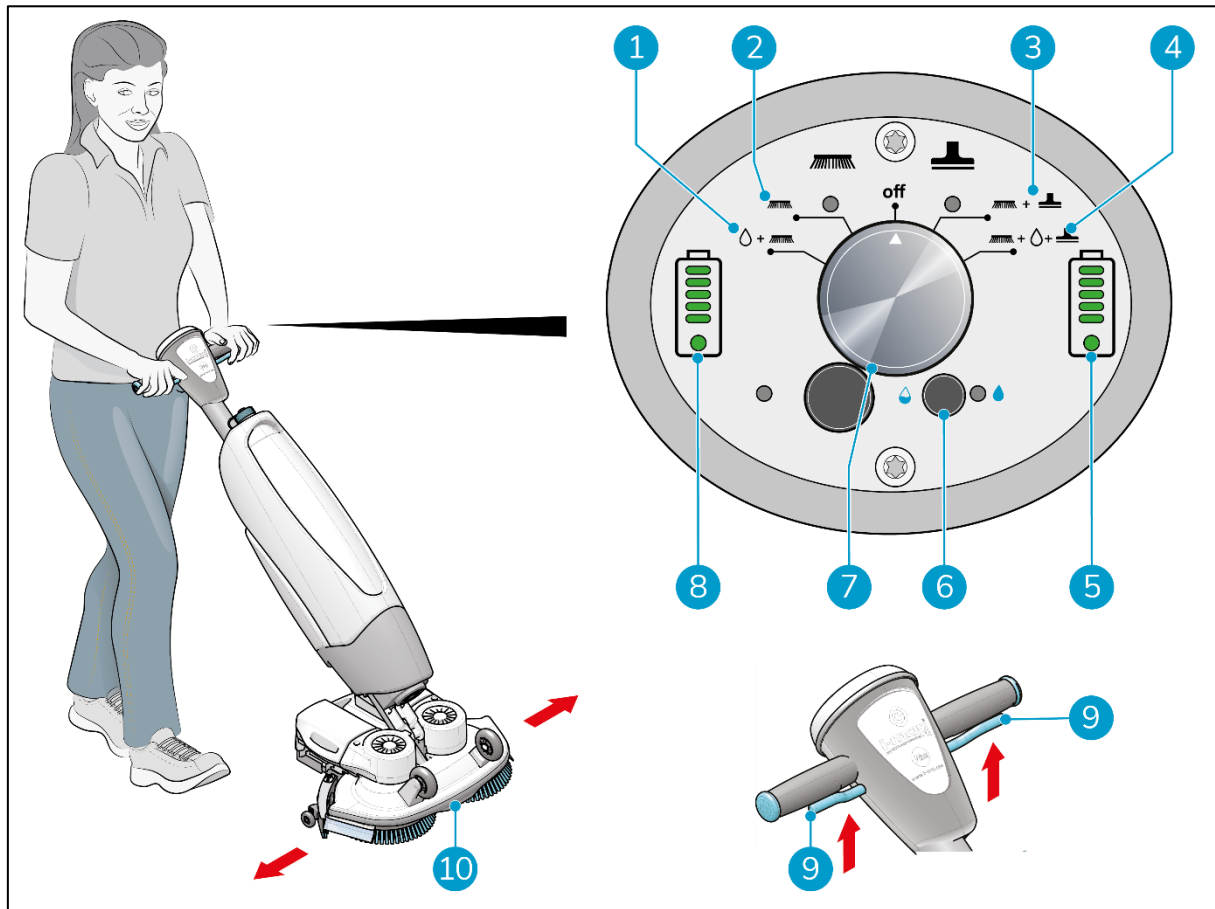

Abbildung 16
4. Stellen Sie sich hinter den i-mop® XL basic. Wählen Sie Ihren Reinigungsmodus über den Hauptschalter (Abbildung 16, Pos. 7). Damit schalten Sie auch den i-mop XL basic ein.
- MODUS 1: Bürste + Wasser/Reinigungslösung (Abbildung 16, Pos. 1).
- MODUS 2: Nur Bürste (Abbildung 16, Pos. 2).
- MODUS 3: Bürste + Vakuum (Abbildung 16, Pos. 3).
- MODUS 4: Bürste + Wasser/Reinigungslösung + Vakuum (Abbildung 16, Pos. 4).
6. Drücken Sie den Abzug am Griff (Abbildung 16, Pos. 9).
9. Lenken Sie, indem Sie den Griff leicht nach links oder rechts drehen, um das Scheuerdeck zu bewegen (Abbildung 16, Pos. 10).
10. Wenn Sie den Auslöser (Abbildung 16, Pos. 9) loslassen, wird der i-mop® XL basic sofort angehalten. Der Saugmotor wird nach 3 Sekunden gestoppt.